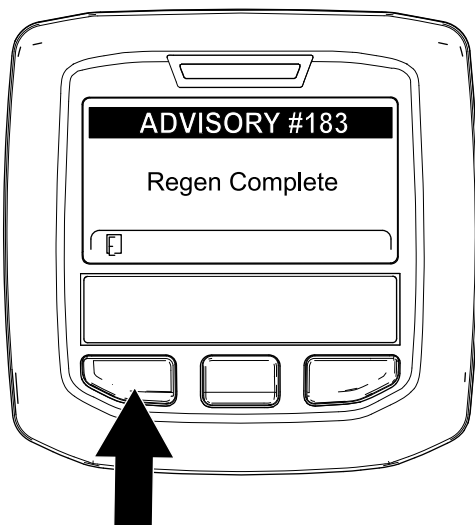

図 65
9. 駐車再生やりかばり再生が終了すると、インフォセンターにアトバイスNo. 183 が表示される 図 65。左ボタンを押してホーム画面に戻る。